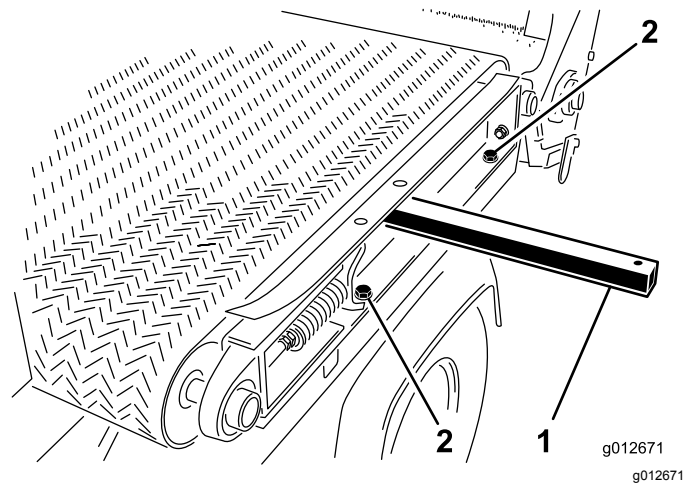

图30
1. 在机器左侧用在 拆除滑行滚道 \(页码 18\)中卸下的 2 个平头螺丝和 2 个垫圈将滑行机架轨道安装到左挡泥板图30并拧紧螺丝。